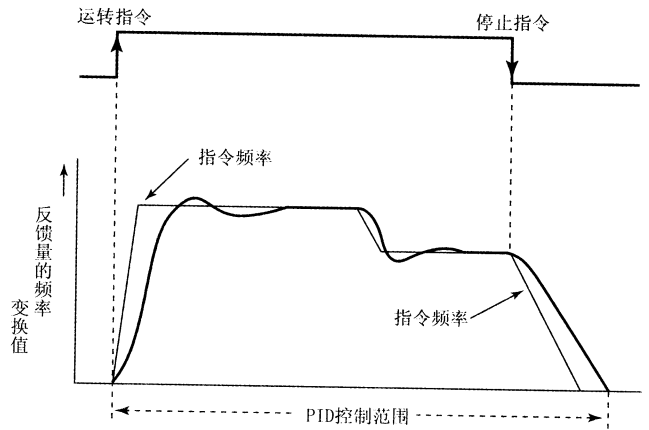

图7-4
- 实际的运转动作实例如图7-4所示。输入变频器的运转指令, 装置一进入加速动作, 同时开始PID控制。指令频率将随着加速动作, 按照现在有效的加速时间慢慢地设定的频率。指令频率与反馈频率的偏差值经过PID运算的结果, 输出频率让反馈信号跟踪指令值不断变化。恒速时、减速时也同样地进行PID控制。